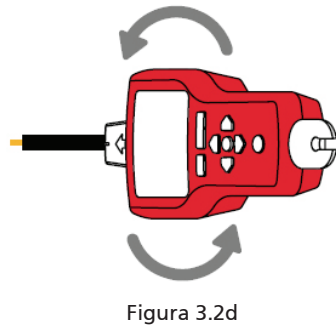

Figura 3.2d
6. Para comprobar la dirección del cable, gire periódicamente el receptor 90 grados. La intensidad de señal será más alta cuando esté alineado con la marca del sensor de punta. (consulte la Figura 3.2d).